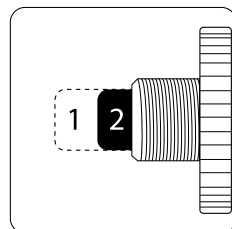

рис. 6
Предохранитель цепи постоянного тока (15) (рис. 6) автоматически отключает питание в том случае, если нагрузка превышает номинальную мощность генератора.